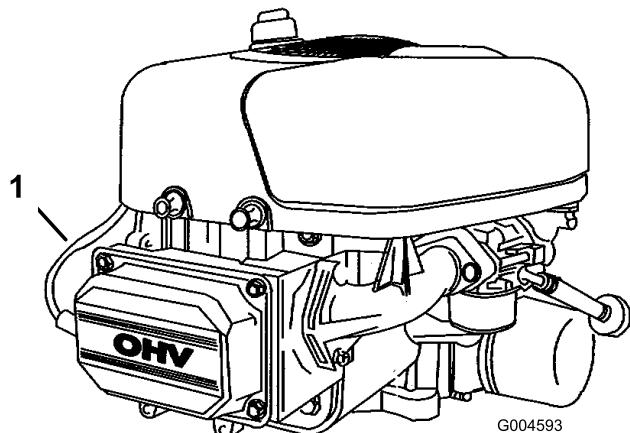

Figura 25
- Scollegate il cappellotto dalla candela (Figura 25).
3. Collegate il cappellotto alla candela (Figura 25).